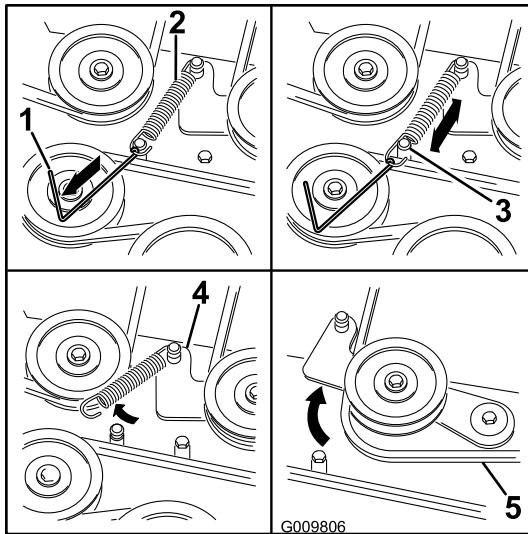

Bild 73
8. Entfernen Sie die Spannscheibenfeder mit einem Werkzeug zur Federentfernung (Toro-Bestellnummer 92-5771) von der Mähwerkstrebe, um die Spannung von der Spannscheibe zu nehmen (Bild 73).
- 11. Verlegen Sie den neuen Riemen um die Mähwerk- und Bremsspannscheiben unter dem Motor (Bild 73).
- 12. Setzen Sie die Spannscheibenfeder mit einem Werkzeug zur Federentfernung (Toro-Bestellnummer 92-5771) auf die Mähwerkstrebe, um die Spannscheibe und den Mähwerkriemen zu spannen (Bild 73).